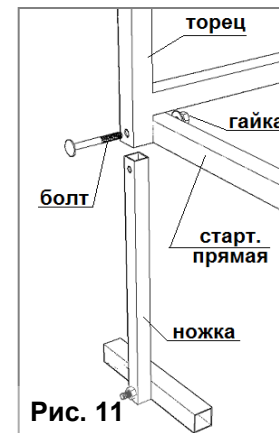

Рис. 11
5.3.2. Соедините болтами 6×50 мм собранный торец со стартовыми прямыми, при этом, закрепив ножки в нижней части торца согласно просверленным отверстиям (рис. 11).